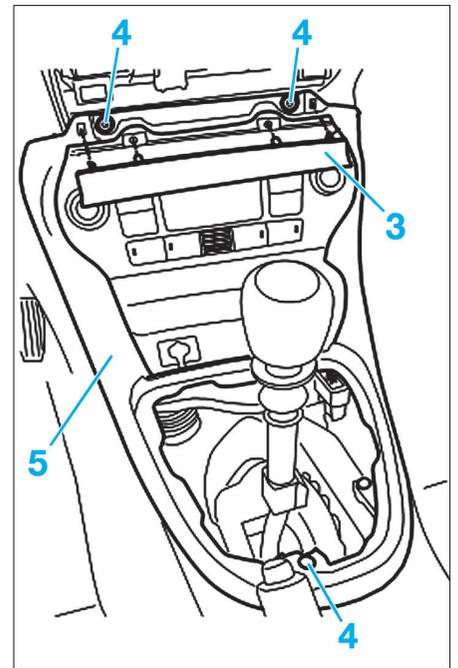

Fig. 25
- la garniture supérieure de climatisation (3),
- les vis (4) puis dégrafer l'enjoliveur (5) (Fig.25),